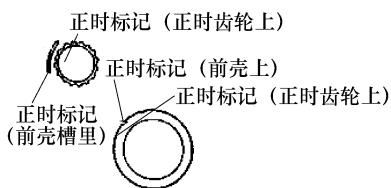

图 8-8 对正正时标记
4) 如图 8-8 所示对准各正时齿轮上的正时标记和前壳上的标记。